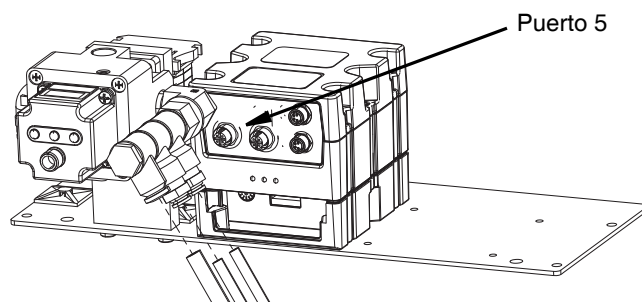

FIG. 9
4. Desconecte el conector del puerto 5 en el FCM 1. Ver FIG. 9.